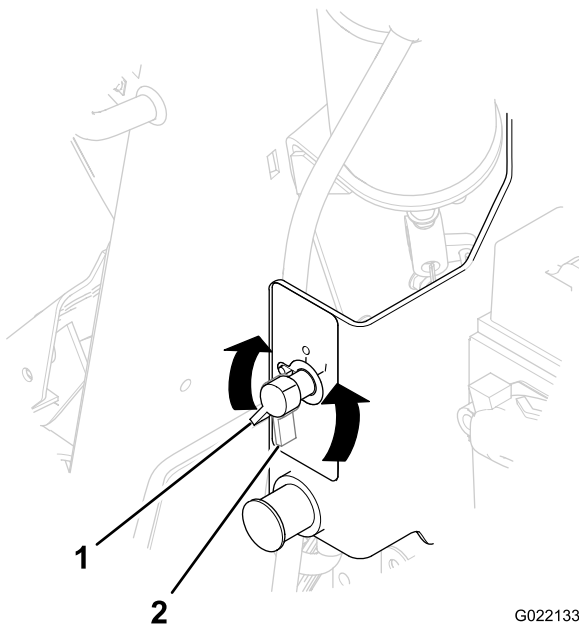

Figure 58
2. Tournez le coupe-batterie dans le sens antihoraire à la position désactivée (Figure 58).